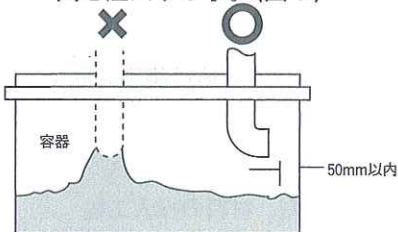

図 5 容器への投入
3.2.2 容器への投入においては壁(底)面を注入する事。(図5)